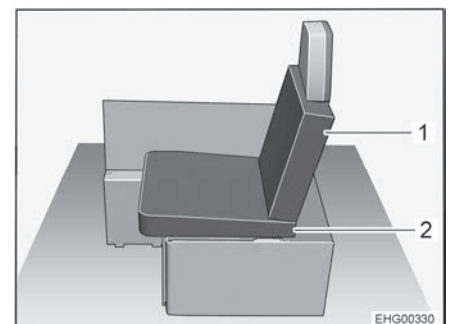

Bild 41 Nach Umbau
- Eines der Sitzpolster der linken Längssitzbank als Sitzpolster (Bild 41,2) auf die Sitztruhe legen. Dabei Keilform des Sitzpolsters beachten: Das Sitzpolster muss leicht zur Rückenlehne geneigt sein (siehe Bild 41).
- Eines der mitgelieferten Zusatzpolster als Rückpolster (Bild 41,1) an der Rückenlehne des Stecksitzes anbringen.